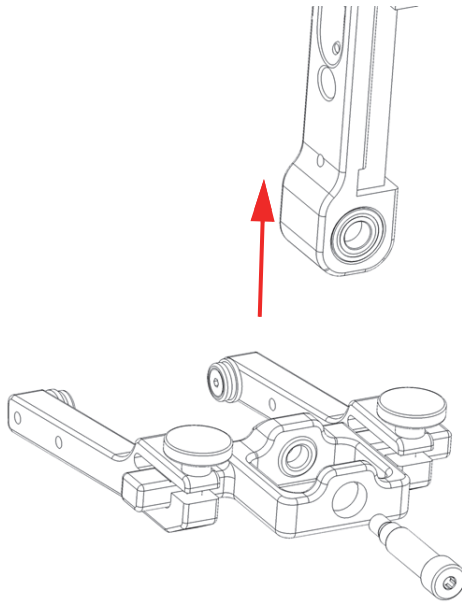

图 5-4 拆下弹簧加载臂的导轨
2. 从轭的旋转梁上滑出弹簧加载臂的导轨（参见第75页的图 5-4）。